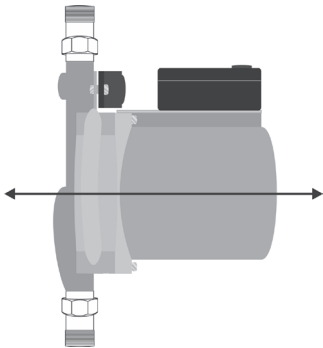

Fig. 2 – Posición horizontal
- Coloque el filtro antes de la bomba para evitar suciedad del medidor de flujo. La bomba debe ser instalada con el eje del motor en una posición horizontal (fig. 2).